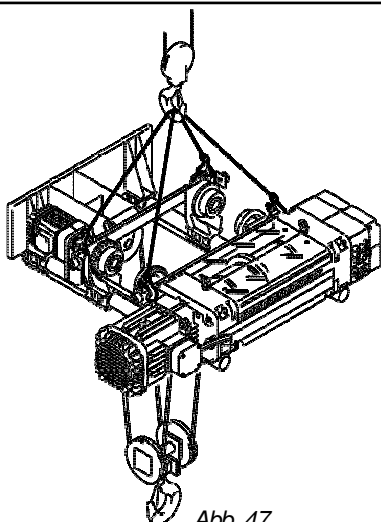

Abb. 47
- Lösen Sie die Einheit Katze/E-Zug von den Umschnürungen, die sie an die Palette binden, befestigen Sie die Schlingen an den angegebenen Anschlagpunkten (Abb. 47) und heben Sie die gesamte Einheit rund 1 m hoch.